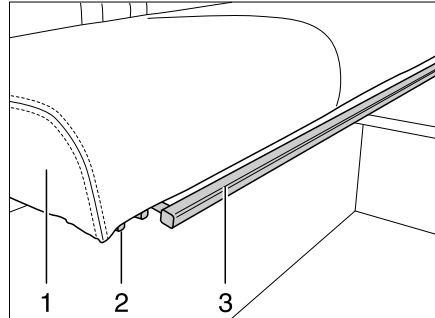

Bild 15 Rückenlehnenverstellung der Sitzbank
- Den Bügel (Bild 15,1) unterhalb der Sitzfläche (Bild 15,3) nach oben ziehen oder drücken und in dieser Stellung halten.
- Die Sitzfläche auf den Schienen (Bild 15,2) bis zur gewünschten Position oder bis zum Anschlag vorsichtig nach vorne ziehen.